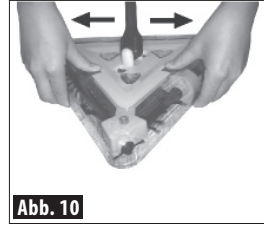

Abb. 10
5. Setzen Sie den „Getönten Außenkörperrahmen“ wieder ein, indem Sie die „Verschlussclips des Außenkörperrahmens“ nach außen von der Stange weg schieben (siehe Abb. 10).